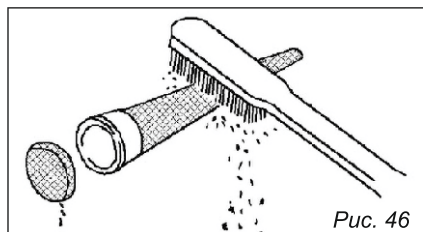

Рис. 46
3. Очистите нагар на экране глушителя и искрогасителе с помощью проволочной щетки, рис. 46.